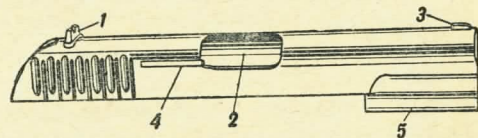

Рис. 45. Затвор:
90. **Затвор** (рис. 45) составляет одно целое с кожухом. Затвор служит для постановки курка на боевой взвод, для подачи патрона из магазина в патронник и для запираania канала ствола при выстреле.